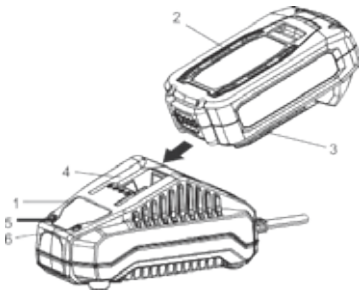

Fig. 1
1. Placez le chargeur de la batterie (1) dans un endroit sec près d'une prise électrique 120V 60 Hz (fig. 1)